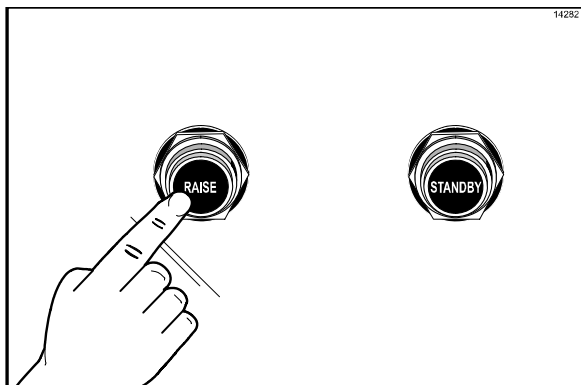

Figura 38
1. Levante o platen para a posição ABERTA pressionando o botão vermelho "RAISE" (LEVANTAR). (Veja a Figura 38.)